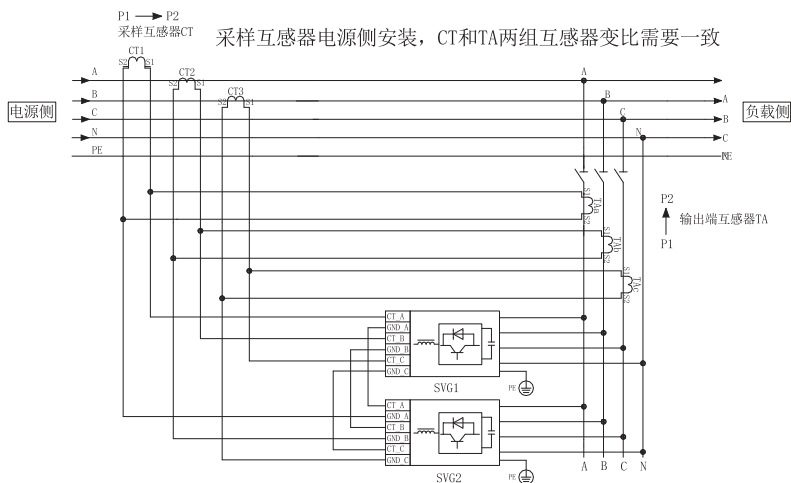

图.6-6 并机主回路接线及互感器接线方式（并机电源侧安装）
输出端。同一相的两个 CT 的输出端再并联在一起，接入 CT 信号端子内。SVG 并机的 CT 电源侧安装方式，两套互感器的朝向，如图 6-6 所示。
c. 两模块并机主回路接线及互感器接线（并机电源侧安装见图6-6）